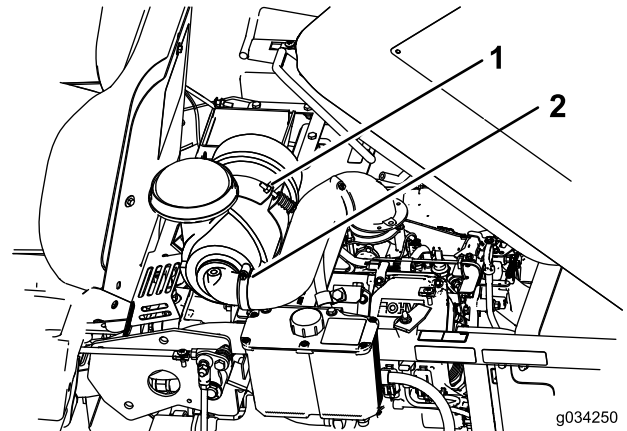

Bild 32
2. Lösen Sie die Schraube, mit der der Luftfilter befestigt ist (Bild 32).
3. Lösen Sie die Klemme, mit der der Schlauch befestigt ist, und entfernen Sie den Luftfilter (Bild 32).